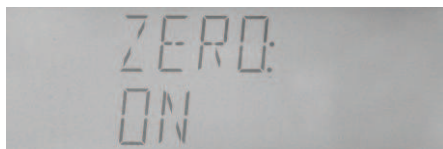

Figura 4-19 Conmutador de corrección
- Seleccione "CABLE" **【▲】** o **【▼】**, como muestra la figura 4-19.